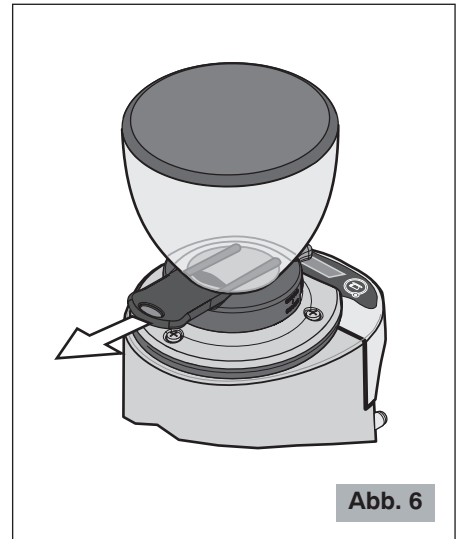

Abb. 6
- ⚠ **Vergewissern Sie sich, dass der Kaffeebohnenbehälterverschluss des Kaffeebohnenbehälters vollständig bis zum Anschlag offen ist (letztes Einrasten) (siehe Abb. 6).**